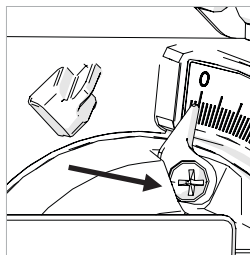

Fig. 24
- Lösen Sie die Schraube des Abschrägungsanzeigers mit einem #2 Kreuzschlitzschraubendreher. (Abb. 24)